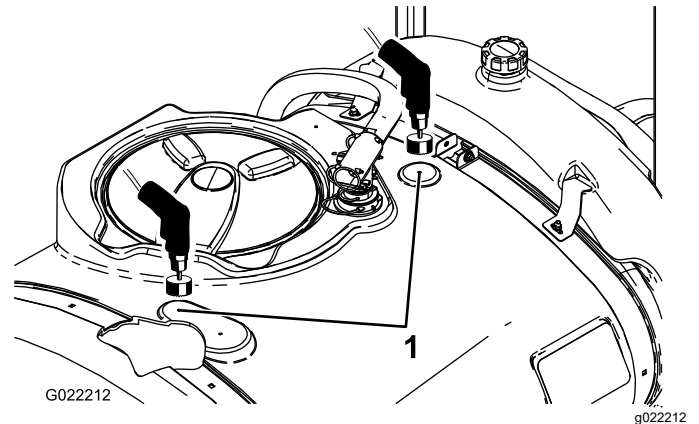

Figura 16
2. Localize as duas marcas de perfuração no depósito principal (**Figura 16**).